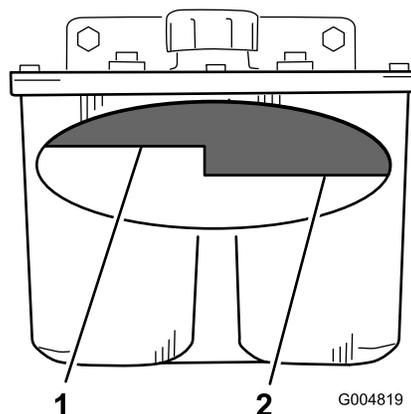

Figura 95
3. Limpe a zona em redor do tubo de enchimento do depósito hidráulico (Figura 95).
4. Retire a tampa do tubo de enchimento e observe o interior para verificar se existe fluido no reservatório (Figura 95).
**Nota:** O nível do fluido deve encontrar-se no cimo do nível quente do abafador, quando o fluido está quente (Figura 95).